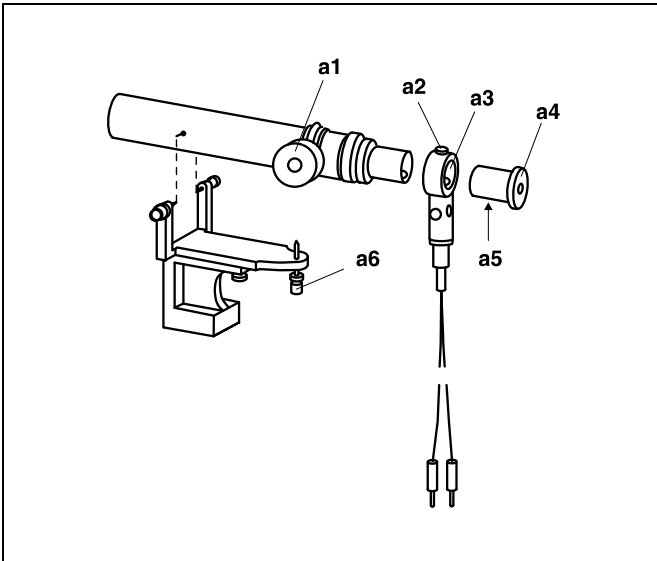

Fig. 3 Fernrohr mit Beleuchtungseinrichtung
- Okular (a4) abziehen, Beleuchtungseinrichtung (a3) am Fernrohr befestigen und Okular mit der Öffnung für Beleuchtungseinrichtung (a5) nach unten zeigend wieder einsetzen (siehe Fig. 3).
- Horizontalen Teil des Fadenkreuzes und sein Spiegelbild zur Deckung bringen. Dazu jeweils die Hälfte der Differenz mit der Höhenverstellungsschraube des Fernrohres (a6) (siehe Fig. 3) und die andere Hälfte mit der Nivellierschraube (c1) des Prismmentisches einstellen.